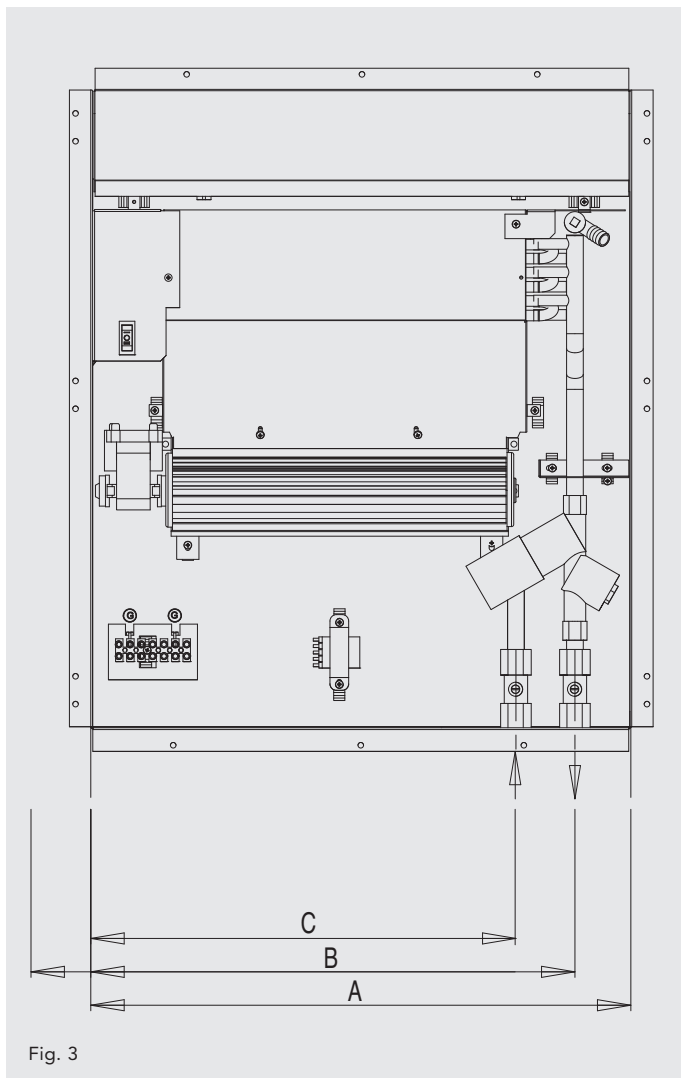

Fig. 3
- Une fois les branchements à la bouche de chauffage terminés, il convient de ventiler l'appareil à l'aide de la vanne de purge d'air. Raccorder une longueur de tuyau à la vanne de purge afin que l'eau s'échappant du circuit de chauffage pendant le processus de ventilation soit dirigée vers les eaux usées. Voir Fig. 3. Ouvrir la vanne de purge d'air en desserrant la vis.